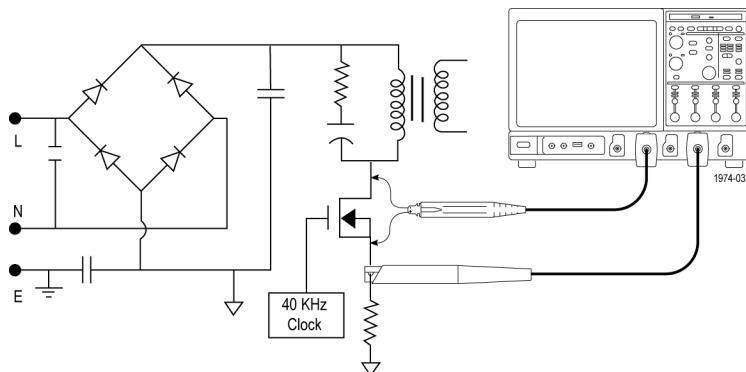

图 2：电源测试点
1. 将差分探头跨接在开关设备上，并与设备串联一个电流探头。（见图2）